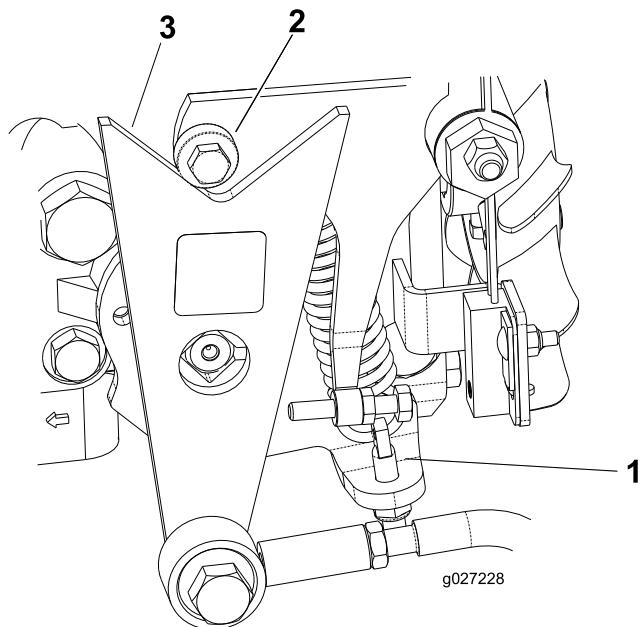

Рисунок 43
- Если колеса вращаются в правильном направлении, выключите двигатель и отрегулируйте контргайку регулировочного штифта пружины (Рисунок 43). Отрегулируйте нейтральное положение трансмиссии; см. Регулировка нейтрали тягового привода (страница 40).